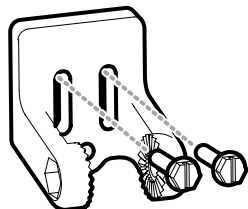

Рис.20
4. Совместите сборку крепежного кронштейна датчика с отверстиями на транце и закрепите двумя болтами №10 – 1 дюйм длиной, прилагаемыми в наборе. Используйте головку 5/16 дюйма (Рисунок 20). Только ручная затяжка!